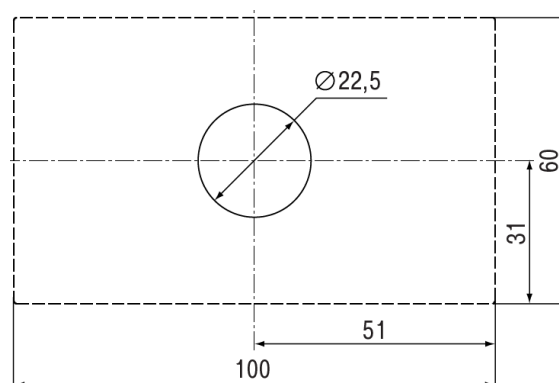

Рисунок 3 – Установочные размеры прибора
1. Подготовить в щите круглое отверстие диаметром 22,5 мм (см. рисунок 3).